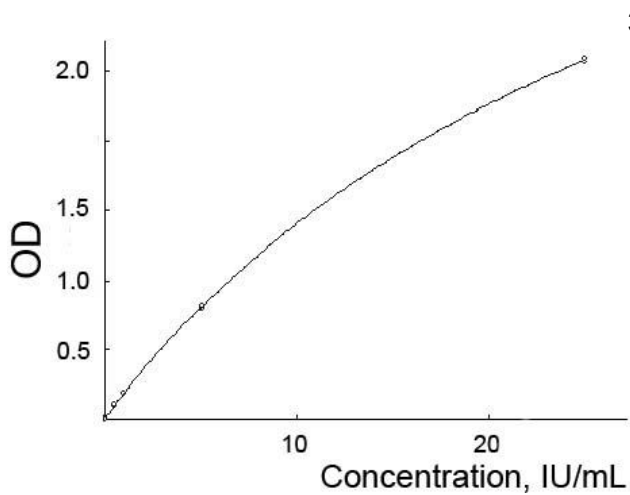
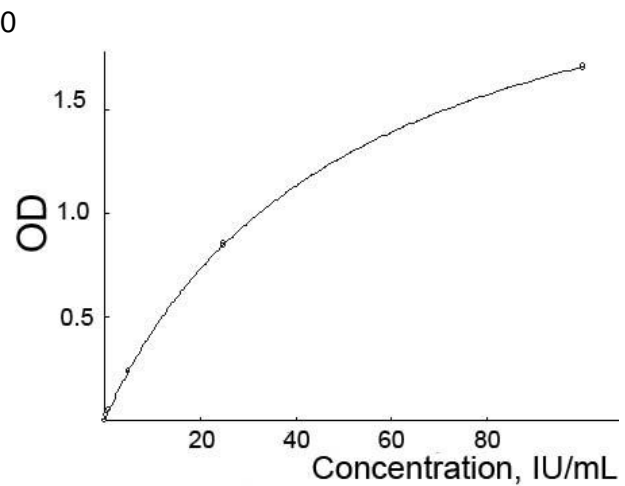

Abb. 2A. Typisches Beispiel einer Standardkurve bei 450 nm
Abb. 2B. Typisches Beispiel einer Standardkurve bei 405 nm
Für die Standardkurve #1 (siehe Abb. 2A) verwenden Sie die Messergebnisse für die Kalibratoren 0...3 bei einer Wellenlänge von 450 nm; für die Eichkurve #2 (siehe Abb. 2B), verwenden Sie die Messergebnisse für die Kalibratoren 0...5 bei einer Wellenlänge von 405 nm.
- Verwenden Sie die Standardkurve #1 (siehe Abb. 2A), wenn die Proben-OD (bei 450 nm) kleiner oder gleich Cal 3;
- Verwenden Sie die Standardkurve #2 (siehe Abb. 2B), wenn die Proben-OD (bei 405 nm) größer Cal 3.